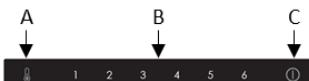

Fig.3
Pentru a facilita operațiunile de reparare sau curățare, aparatul are un mod de dezghețare forțată care poate fi activată prin apăsarea prelungită a senzorilor A și din Fig. 3 timp de aproximativ 3 secunde. Senzorul de reglare a temperaturii frigidierului (A) va lumina intermitent pentru a confirma că funcția de dezghețare forțată este activă. Această funcție ar trebui să se dezactiveze automat odată ce temperatura congelatorului se situează între 10 și 12 °C. Rețineți: Dacă observați în mod regulat o acumulare de gheăță în exces sau bălti de apă în secțiunea congelatorului, atunci probabil că ușa nu se închide corespunzător. Acest lucru ar putea fi cauzat de o garnitură defectă a ușii sau de o ușă decorativă montată incorrect sau excesiv de grea. Pentru mai multe informații, consultați secțiunea referitoare la gheăță din Depanare.